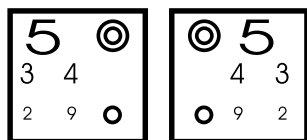

图 40
(1) 利用红绿测试表精确测量球镜值。(见图 40) 问被测者红色和绿色的表哪一个看的更清楚。如果绿色的更清楚，就意味着近视增强 (远视减弱)。减少球镜值 0.25D。-1.75 → -1.50